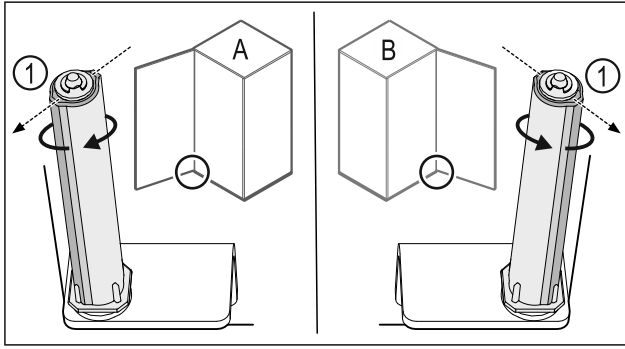

Fig. 42 Atidarymas į kairę (A) / atidarymas į dešinę (B)
- ▶ Sukite uždarymo sistemą, įveikdami pasipriešinimą, kol uždarymo sistemos pertvara Fig. 42 (1) bus nukreipta į išorę.